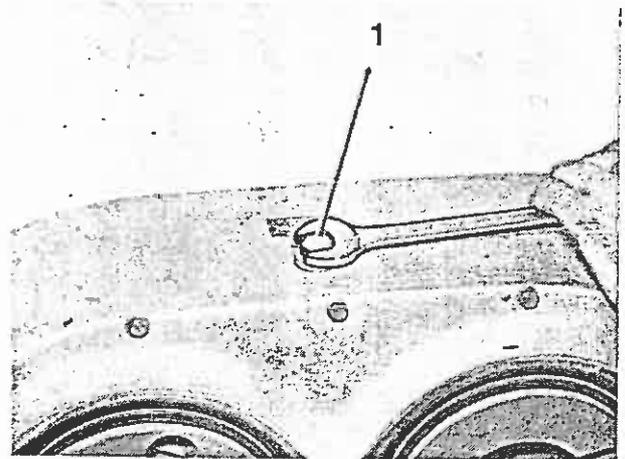

Bild 62
2. Einfüllschraube (Bild 62/1) aus dem Getriebegehäuse des Schneckenextruders herauserschrauben.